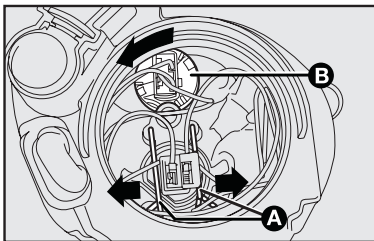

fig. 16
- desenganchar los dos elásticos de fijación de las lámparas **A-fig. 16**, accionando y desplazando las extremidades de las mismas hacia afuera en el sentido de las flechas **A-fig. 16**.
- girar en el sentido anti horario el porta lámparas **B-fig. 16** y desapretarlo;